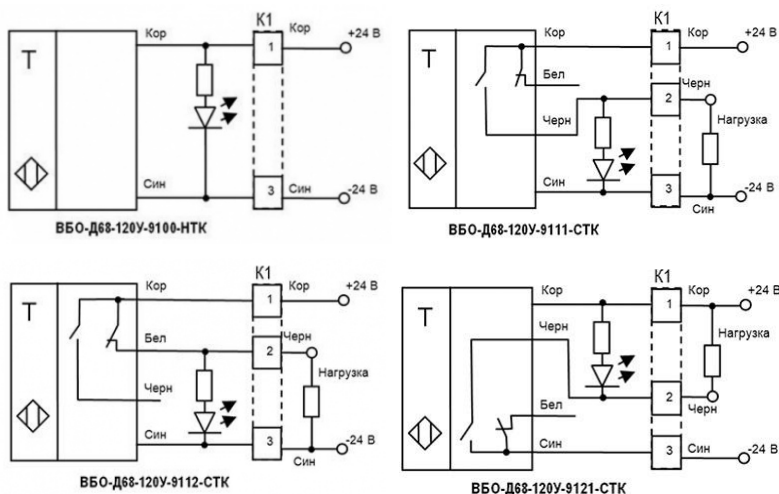

Рисунок 2 - Варианты схем подключения выключателей
3.6 Излучатель и приемник включаются по схеме, представленной на рис. 2. Схема подключения приведена на маркировке выключателя.